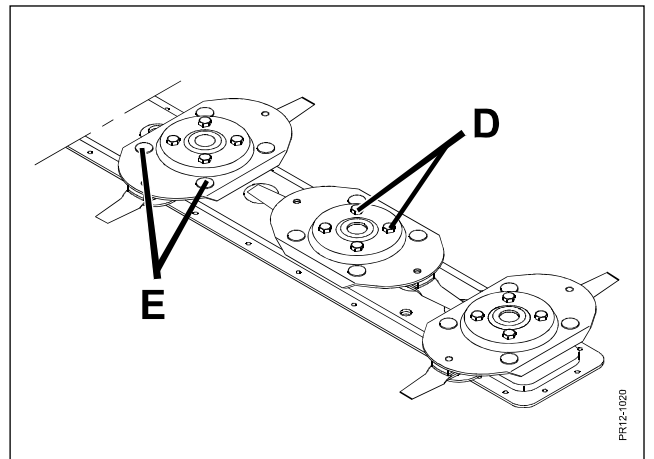

Fig. 5-11
- Fig. 5-11 Beachten Sie, daß die 4 Bolzen **D**, die für die Befestigung der Scheibe des Messerbalkens vorgesehen sind, mit **120 Nm** (12 Kpm) angezogen sind, und die Bolzen **E**, die den Messerhalter festhalten, mit **80 Nm** (8 Kpm) angezogen werden.